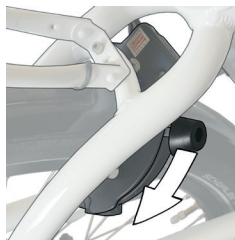

Abbildung 30 : Drücken Sie den Hebel nach unten.
3. Drücken Sie gleichzeitig den Hebel auf der gegenüberliegenden Seite des Schlosses nach unten, bis der Stift in seiner Endposition einrastet. Der Schlüssel wird freigegeben (siehe Abbildung 30).